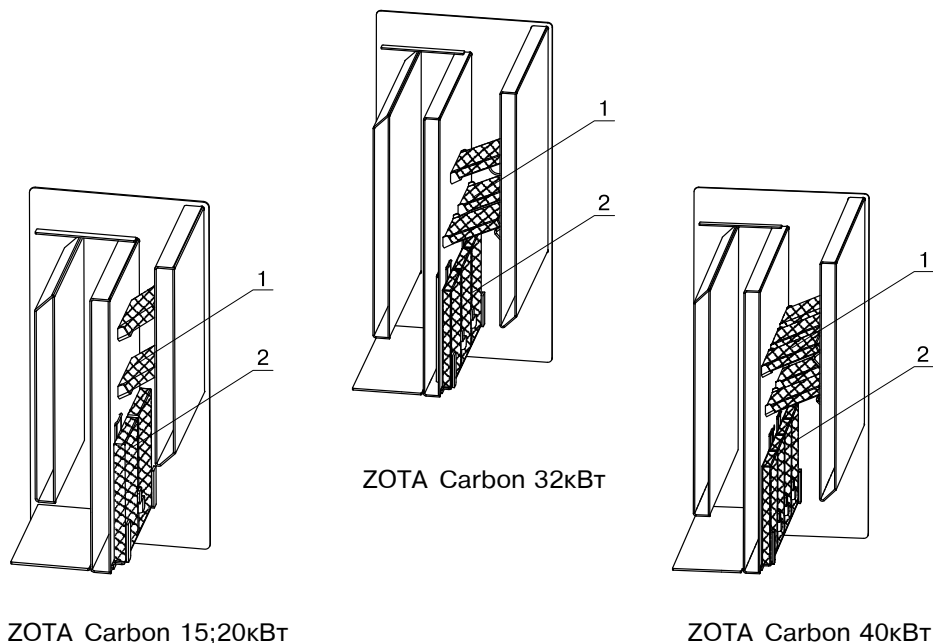

Рис.3 Схема установки шамотных кирпичей
Застоявшийся в дымовой трубе холодный воздух (наблюдается в переходное время года)	Восстановить тягу, сжигая в люке для очистки (см. рис. 3) легковоспламеняющиеся материалы; бумагу, стружку, солому.
- Достаньте из зольника упакованные колосники и шамотные кирпичи, распакуйте и установите их на свои места в котле. Схема установки шамотных кирпичей в котлах различных мощностей показаны на Рис.3.
6.2.5. Установка шамотных кирпичей для каждой модели котла показана на рис.3 и производится в следующем порядке: